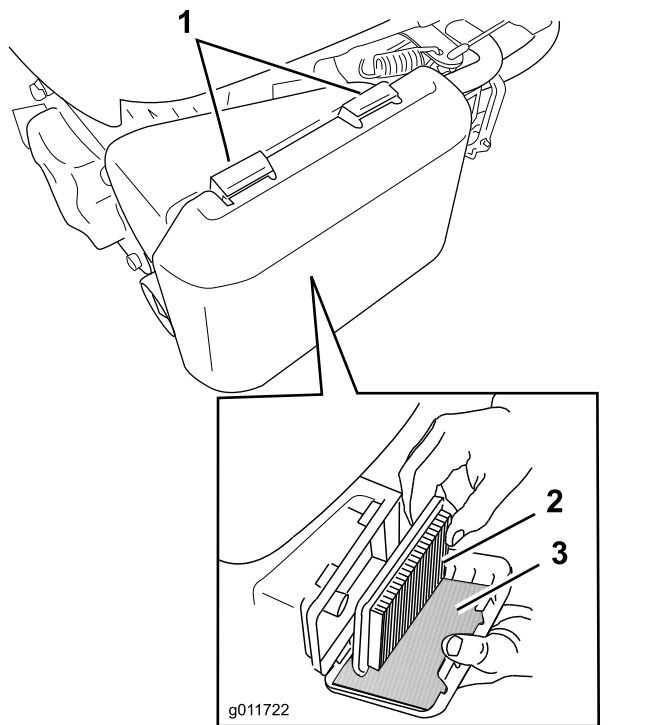

Figura 24
1. Premete sulle linguette di chiusura sul coperchio del filtro dell'aria (Figura 24).
3. Estraiete il filtro aria di carta e il prefiltro in schiuma sintetica (Figura 24).